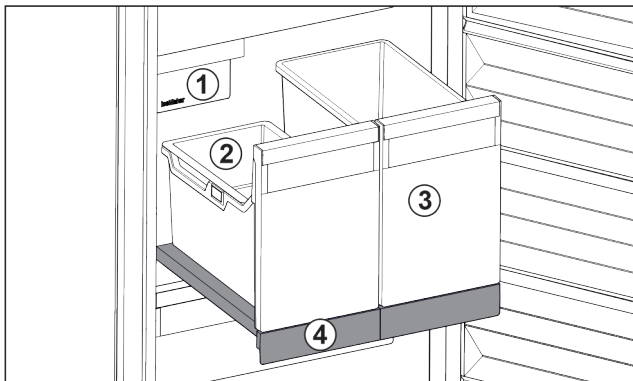

Fig. 17 Compartiment coulissant avec IceTower
- (1) IceMaker (2) Balconnet pour glaçons (3) Bac pour pizzas, boissons alcoolisées, etc. (4) Compartiment coulissant
Le compartiment coulissant comprend deux bacs hauts (IceTower). Le bac Fig. 17 (2) permet de recueillir et de stocker les glaçons de l'IceMaker. Les bacs Fig. 17 (3) sont conçus pour stocker des aliments hauts comme les pizzas et boissons alcoolisées.